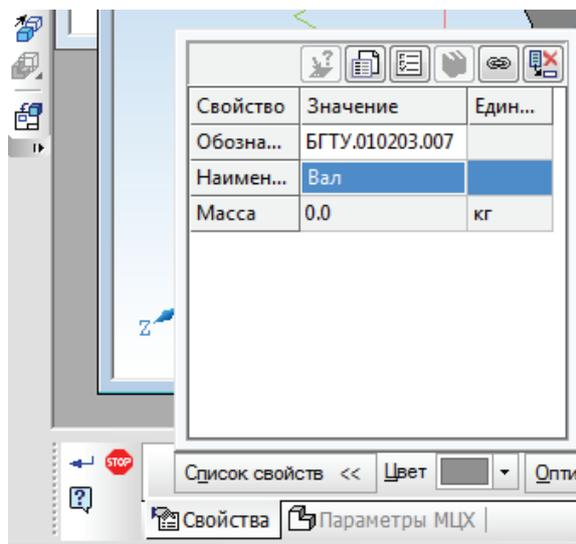

Рис. 7.30
- На панели свойств открыть **Список свойств** и заполнить строки **Обозначение** и **Наименование** (рис. 7.30).